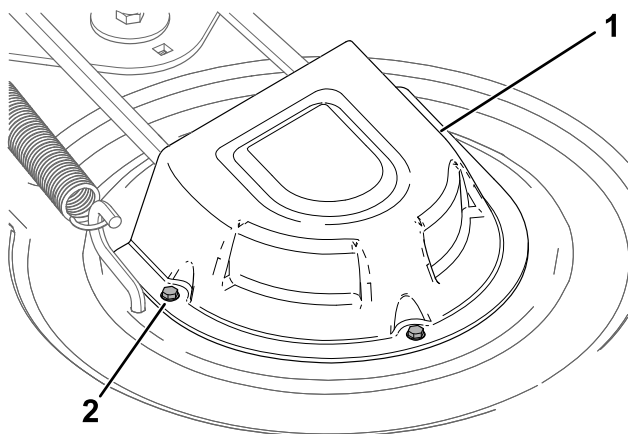

Figure 47
4. Desserrez les vis et déposez les protège-poulies (Figure 47).